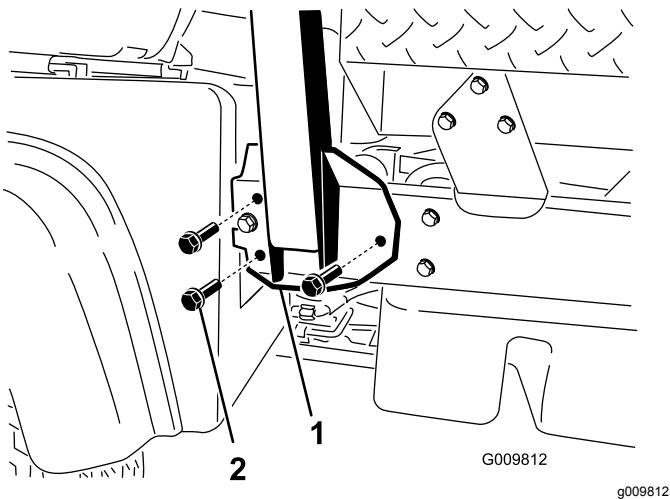

Figura 4
1. Alinhe cada lado do ROPS com os orifícios de montagem no chassis que se encontram em cada lado da máquina como se mostra na Figura 4.